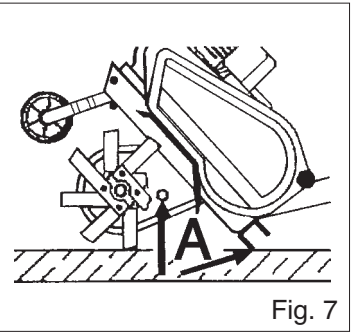

Fig. 7
- Allentare il tappo a vite (fig. 7).